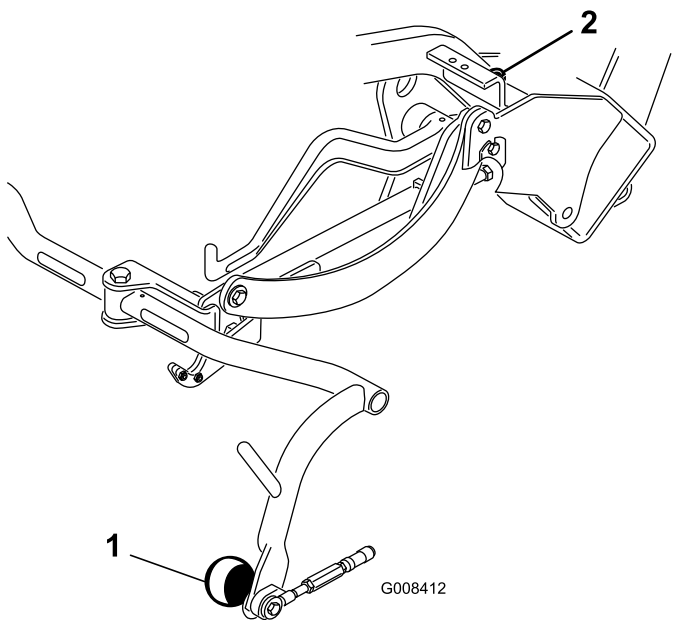

Рисунок 9
4. Если нужна регулировка зазора, ослабьте контргайку на упорном винте несущей рамы (Рисунок 9) и поворачивайте винт вверх или вниз для подъема или опускания несущей рамы. Затяните контргайку для фиксации выполненной регулировки.